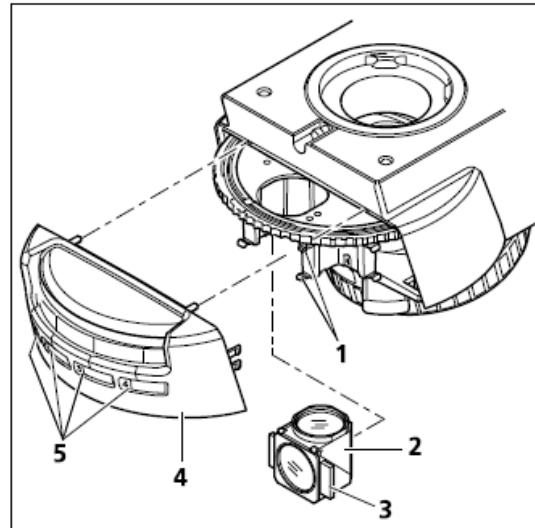

图. 3-9 安装反射模块
- | 卸下主机前部的罩盖(图 3-9/4)
- | 如图所示,将模块(图 3-9/2)的左右侧翼(图 3-9/3)向上插入反射模块转盘的上部弹簧夹(图 3-9/1)中
- | 将描述模块功能的说明标签贴在罩盖的前部相应的预留位置上(图 3-9/5,位置 1 到 4)